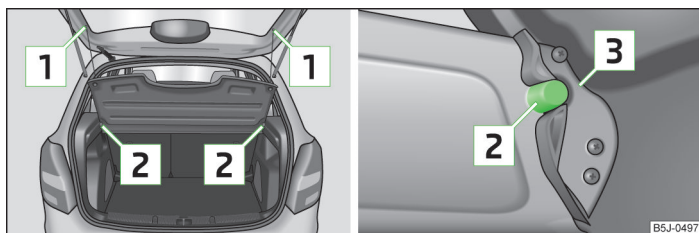

Fig. 47 Demontarea copertinei portbagajului
- Desprindeți benzile de susținere » fig. 47.
- Poziționați elementele de prindere ale capacului » fig. 47 peste elementele de susținere pe capitonajul lateral.
- Elementele de prindere ale capacului » fig. 47 trebuie să fie fixate în elementele de susținere ale capitonajului lateral .